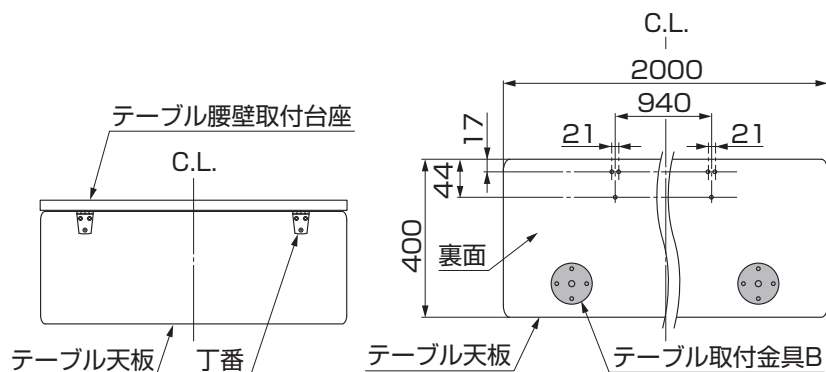

図4-2 丁番の取付け位置
- テーブル天板は、テーブル取付金具Bが付いている方を内側にしてください。(図4-2参照)
- 丁番の取付けは、テーブル天板の中心から左右対称にネジ止めしてください。(図4-2参照)
- ① テーブル脚のタッピングホール(※1)にテーブル取付金具Bとテーブル取付金具Cを【43-6】で取付けてください。
- ② テーブルアジャスターのタッピングホール(※2)にテーブル取付金具Bとテーブル取付金具Cを【43-6】で取付けてください。
- ① テーブルアジャスターのテーブル取付金具Cのネジ部(※1)をテーブル脚のテーブル取付金具Bに差込んで、回転して取付けてください。
- ② テーブル脚のテーブル取付金具Cのネジ部(※1)をテーブル天板(裏面)のテーブル取付金具Bに差込んで、回転して取付けてください。